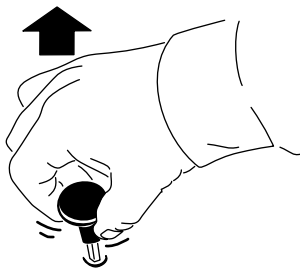

Figura 12
- Tirate in fuori l'interruttore (Figura 12) per attivare la PDF o l'attrezzo (a seconda della configurazione del vostro attrezzo)